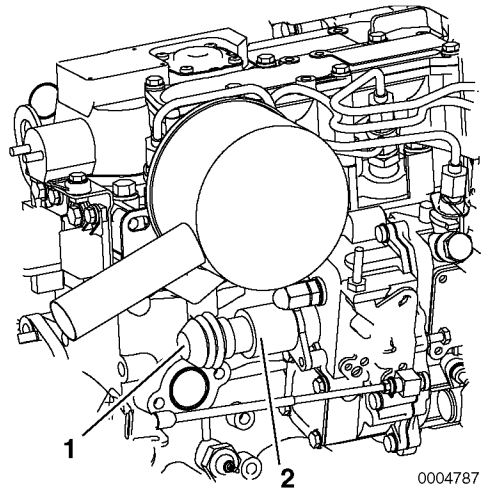

Figure 4
Als de motor niet kan worden gestopt door de stop-schakelaar op het paneel, stop de motor door het indrukken van de knop (**Figure 4, (1)**) aan de achterkant van de stopmagneet (**Figure 4, (2)**).